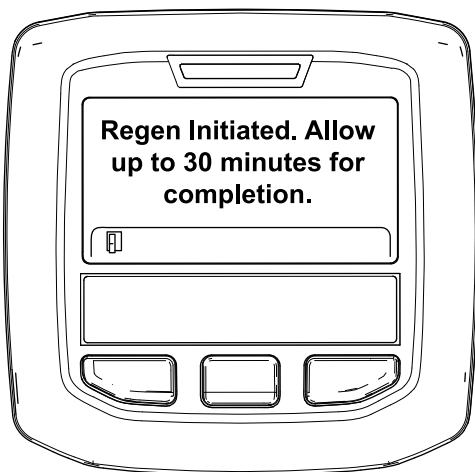

Figura 36
- Se a regeneração for permitida, surge a mensagem "Regen Initiated. Allow up to 30 minutes for completion" (Regen. iniciada. Aguarde 30 minutos até ser concluída) no InfoCenter; aguarde até que a máquina conclua o processo de regeneração em estacionamento (Figura 36).